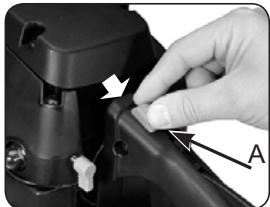
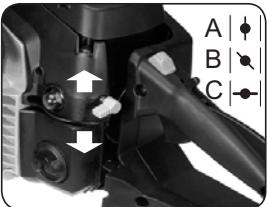

Fig. 7A
Fig. 7B
1. Pour démarrer le moteur glisser vers le haut l'interrupteur rouge ARRÊT (D) (*Fig. 7A*). L'étrangleur a 3 positions : FERMÉ |•| (A), POSITION MÉDIANE |•| (B) et OUVERT |•| (C) (*Fig. 7B*).